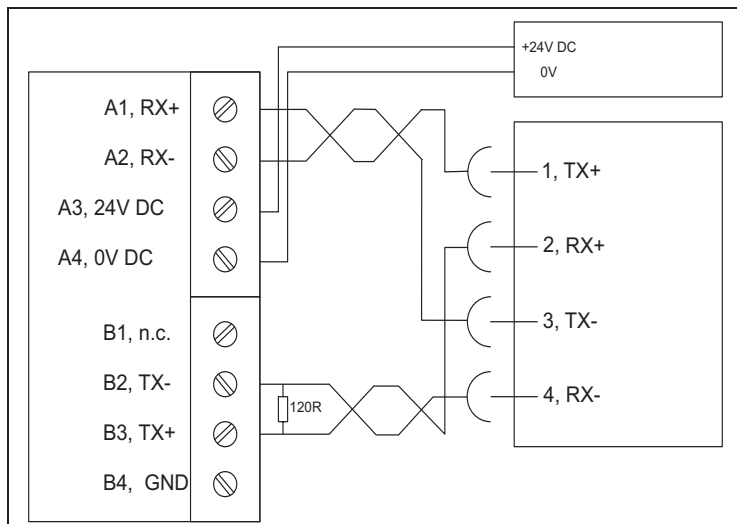

Abb. 2: SPM elektrisch anschließen
- ▶ Schließen Sie den SPM wie in Abb. 2 dargestellt an.